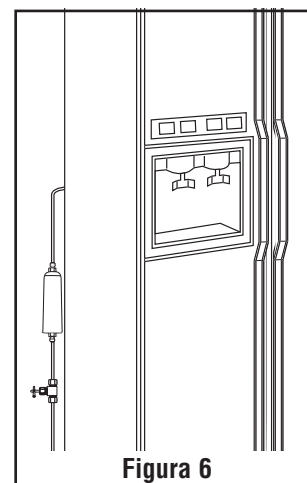

Figura 6
7. Conecte el puerto de salida del filtro a la línea de agua que va al equipo que corresponde. (Figura 6)
5. Conecte el puerto de salida del filtro a la línea de agua que va al equipo que corresponde. (Figura 6)